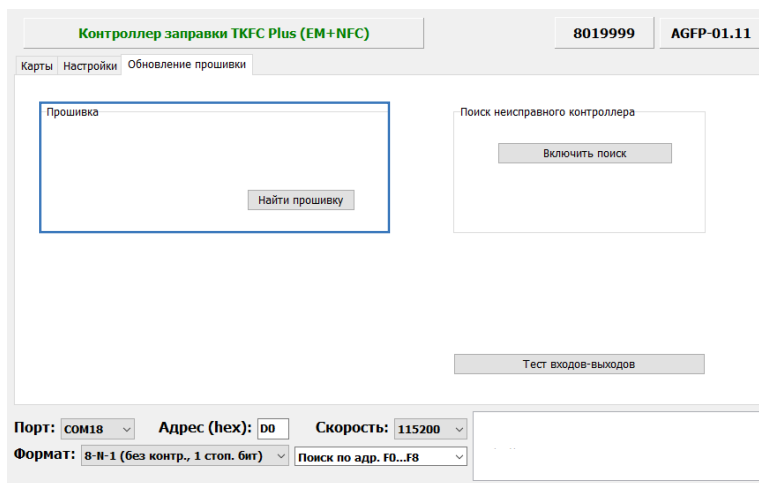

Рис.38. Сохранение журнала в файл LogList.txt
- в программе перейти на вкладку «Обновление прошивки» и нажать кнопку «Найти прошивку» (**Рис.38**). После этого пользователю будет предложено выбрать нужный файл прошивки. Файл прошивки должен иметь формат .egaw. Актуальную версию прошивки вы можете загрузить с официального форума ООО НПО «ТехноКом».